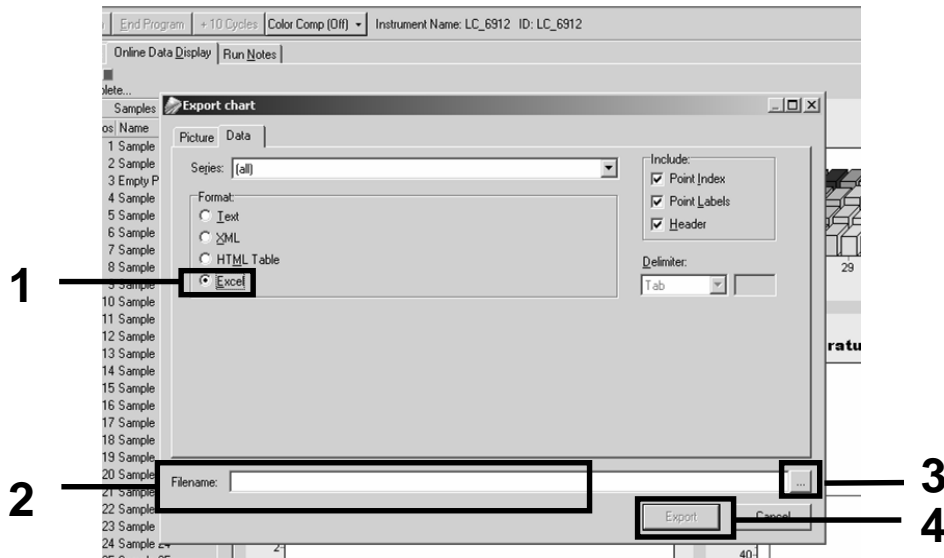

Ilustración 30. Selección del formato de exportación y el destino del archivo de datos.
13. Haga clic en la opción “Excel” de “Export chart” (Fráfico de exportación) (ilustración 30). Introduzca un nombre en el campo de diálogo “Filename” (Nombre del archivo). Seleccione un destino de exportación para el archivo de resultados con el botón . Haga clic en “Export” (Exportar).